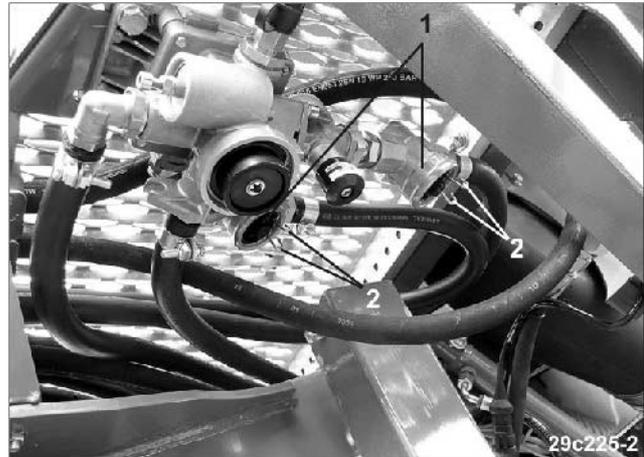

Рис. 47
Два линейных фильтра (Рис. 47/1) чистите каждые 3 месяца (при сложных условиях эксплуатации чаще). Для этого:
- сожмите два кольца (Рис. 47/2) и извлеките замок с кольцом круглого сечения, пружиной сжатия и патроном фильтра;